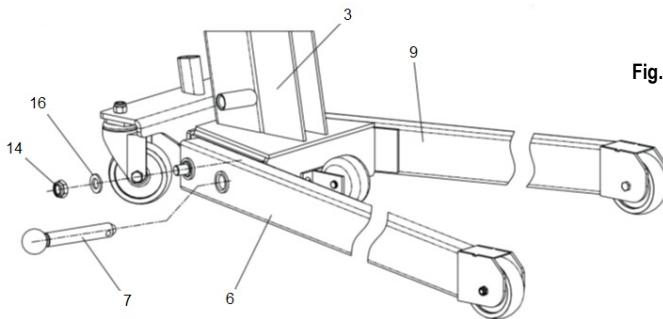

Fig. 3
2. Montar as pernas dianteiras (6 e 9 – Fig. 3) na estrutura (3 – Fig. 3) conforme ilustrado na figura, fixá-las com a porca (14 – Fig. 3) e a gaxeta (16 – Fig. 3) e, enfim, inserir o parafuso com porca da perna dianteira (7 – Fig. 3).